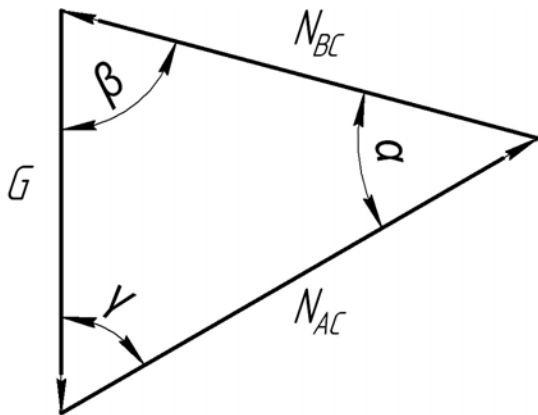

Рис. 1.3
**2. Графоаналітичний метод.** Ескізно будуємо силовий трикутник, сторонами якого є вектори, що відповідають вазі вантажу  $G$  та зусиллям  $N_{AC}$  і  $N_{BC}$  (рис. 1.3).